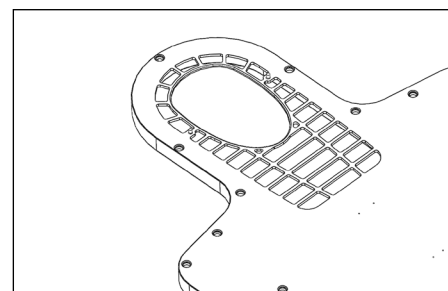

Fig. 3
3. Asegúrese de que las clavijas estén firmemente apretadas antes de usar el producto (Fig. 3).